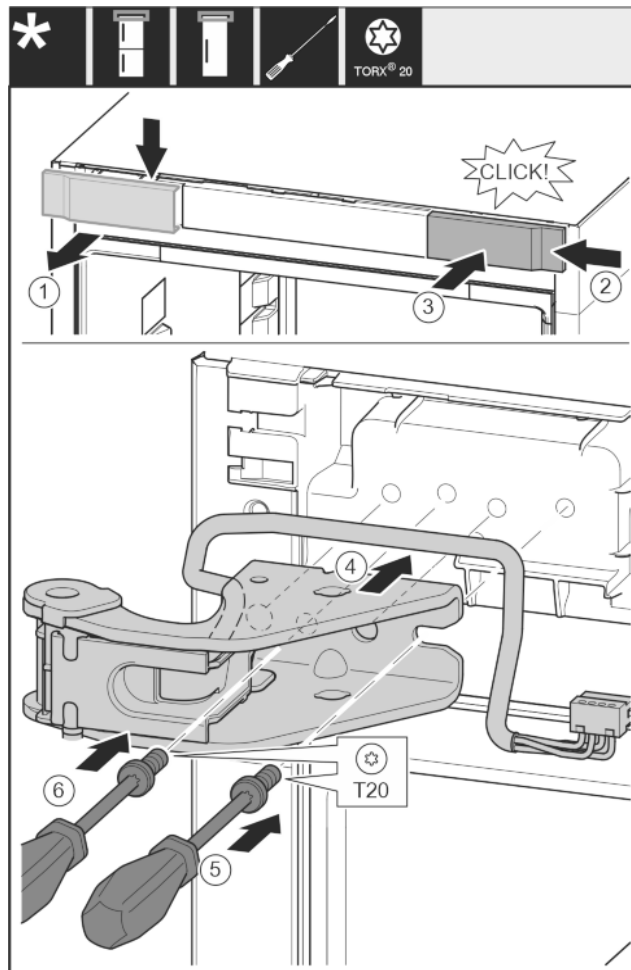

Fig. 25
- ▶ Vegye ki felülről az alsó fedelet előrefelé. Fig. 25 (1)
- ▶ Akassza be a fedelet 180°-kal elfordítva a másik oldalra jobbról. Fig. 25 (2)
- ▶ Pattintsa be a fedelet. Fig. 25 (3)
- ▶ Helyezze fel a felső csapágybakot. Fig. 25 (4)
- ▶ Helyezze fel és húzza meg a csavart a T20 csavarhúzóval. Fig. 25 (5)
- ▶ Helyezze be és húzza meg a csavart a T20 csavarhúzóval. Fig. 25 (6)